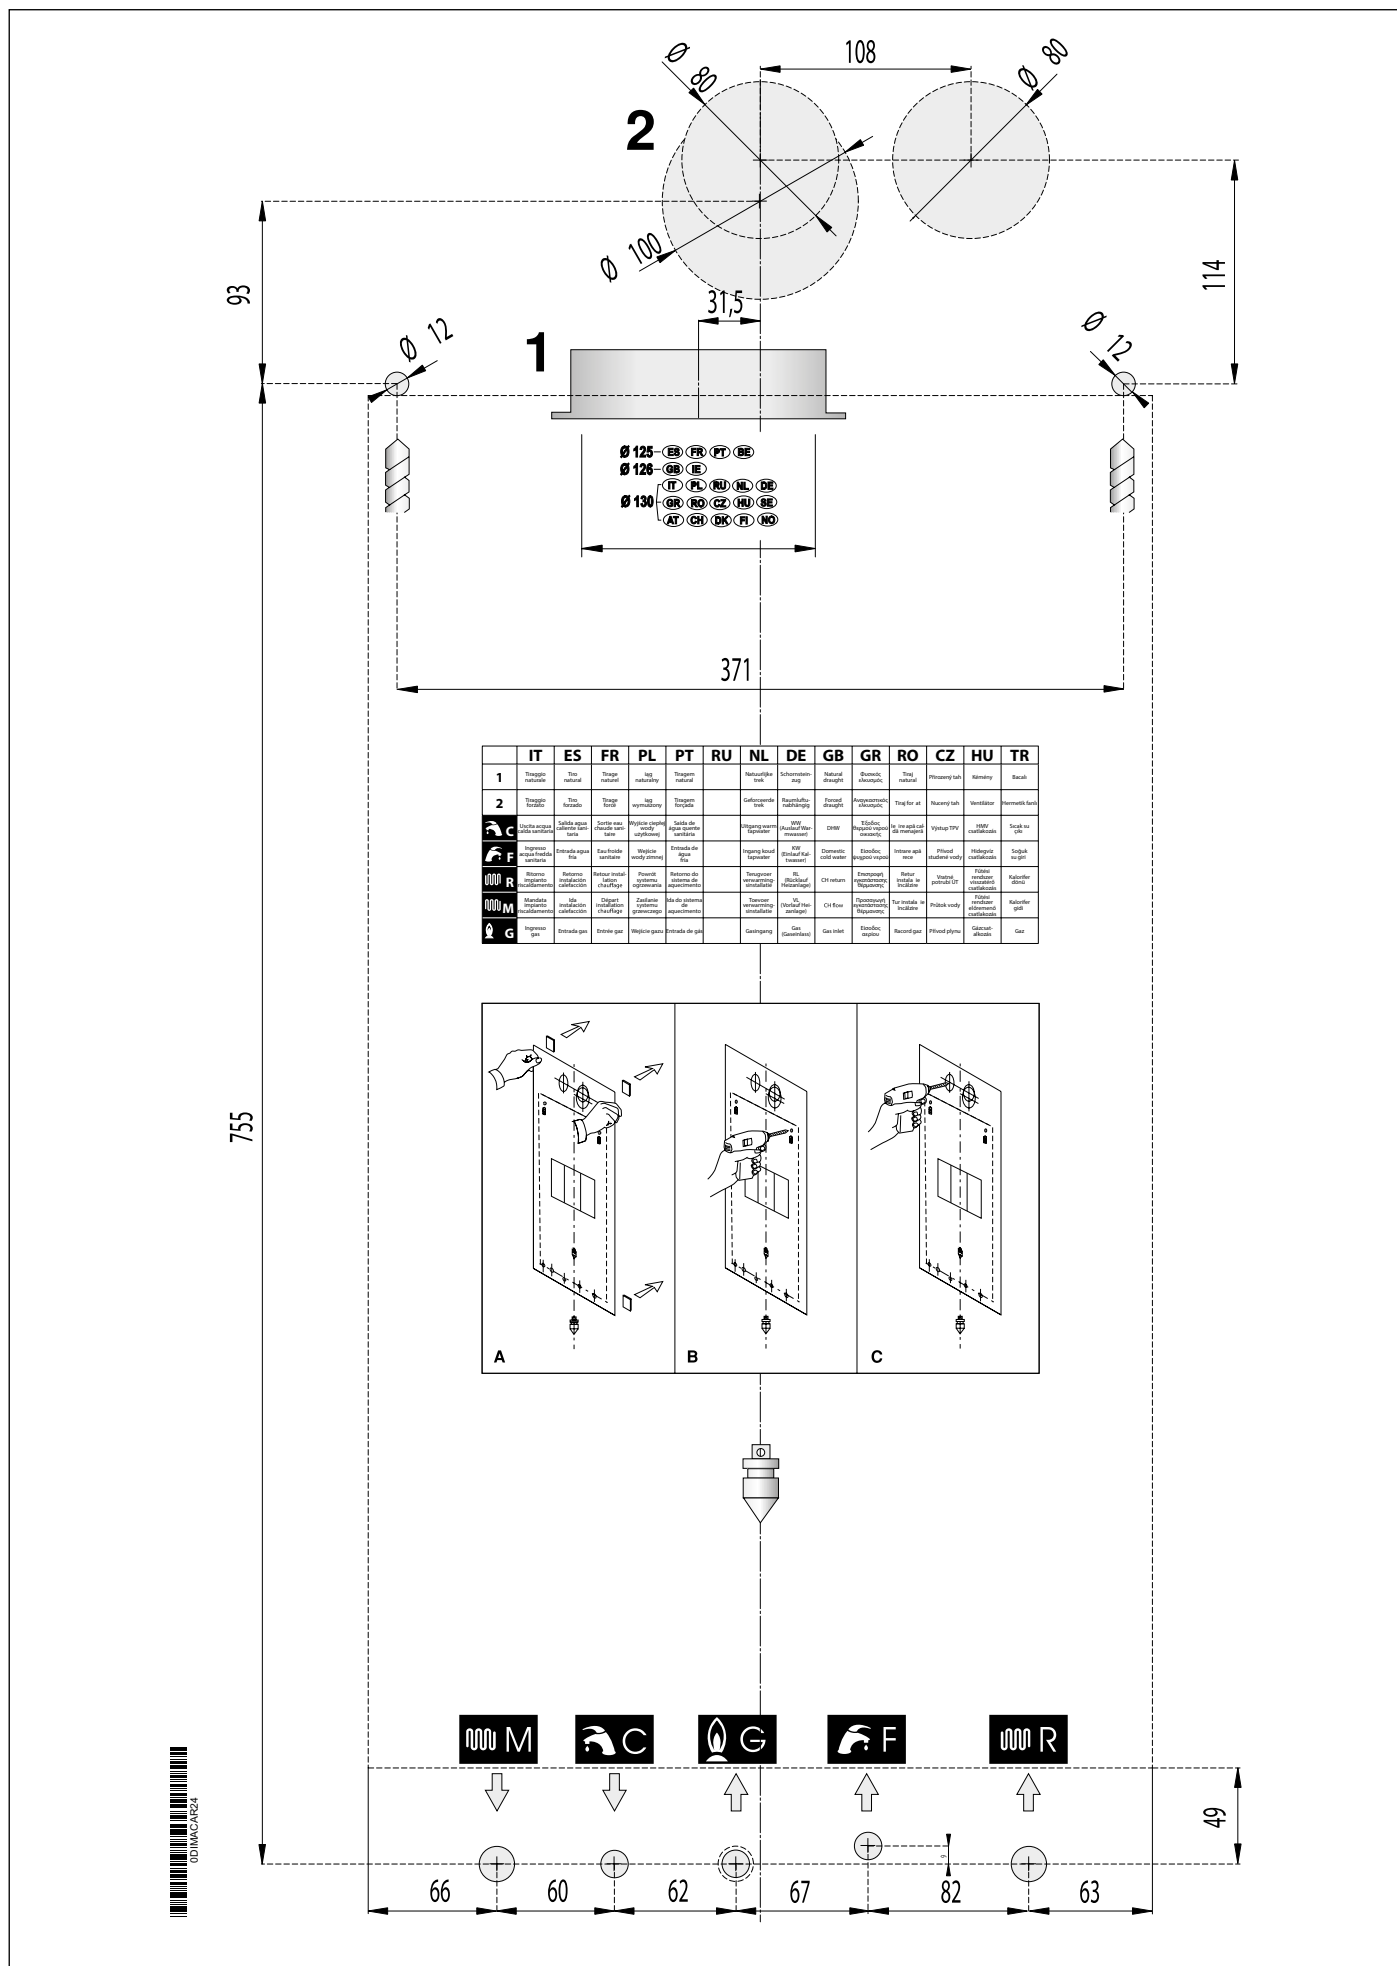

图 5 纸质安装模板
- 壁挂炉墙壁固定安装模板（参见 图 5 纸质安装模板）。
壁挂炉在其包装中包含了一张纸质安装模板（参见 图 5 纸质安装模板）。